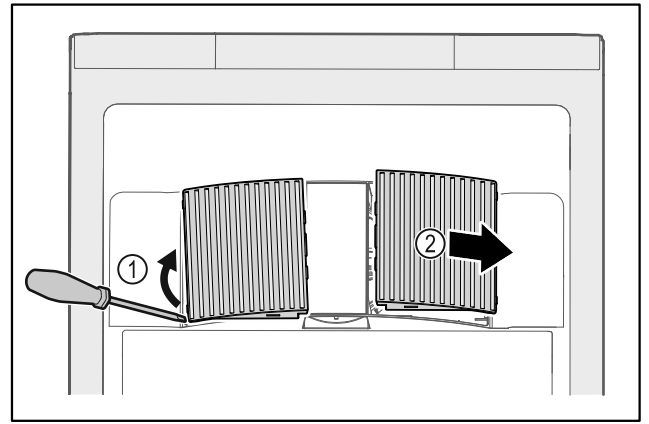

Fig. 46
- ▶ Ventilatorabdeckungen vorsichtig von der Seite heraushebeln Fig. 46 (1) und nach vorne abnehmen Fig. 46 (2).